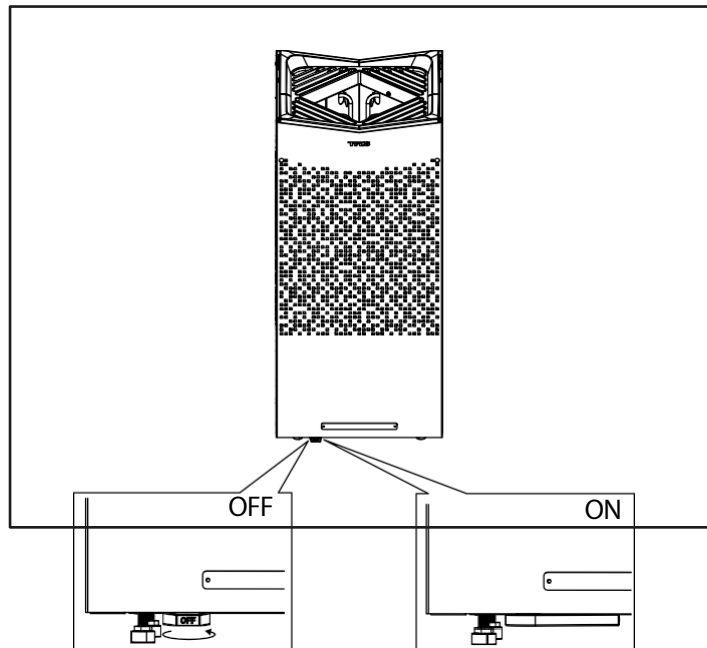

Figura 18: ON / OFF
2. Accendere il riscaldatore utilizzando la leva, come illustrato nella figura 18